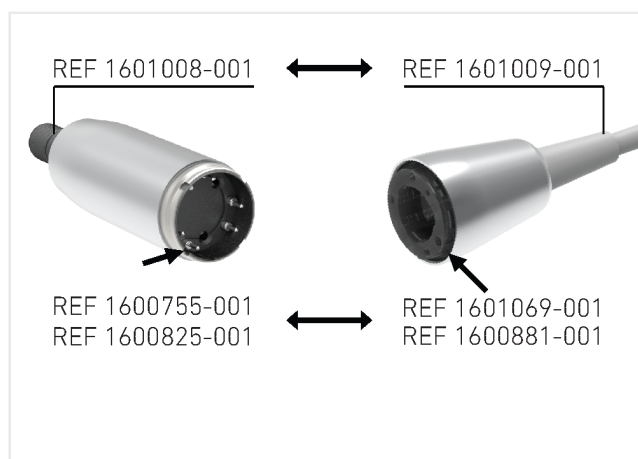

FIG. 2
1. De motoren MOT MX-i REF 1600825-001 en MOT MX-i LED REF 1600755-001 worden geassembleerd met de voedingskabel REF 1601069-001. FIG. 2.
2. De motor MOT MX-i LED 3E GEN REF 1601008-001 wordt geassembleerd met de voedingskabel REF 1601009-001 zoals beschreven in FIG. 2. Controleer of de achterkant van de motor en de kabelconnector schoon en droog zijn.